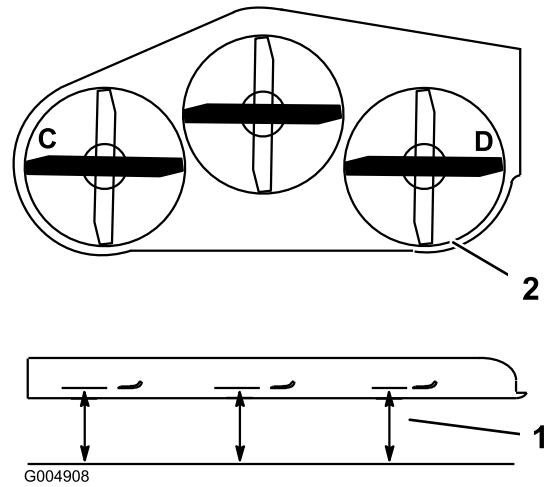
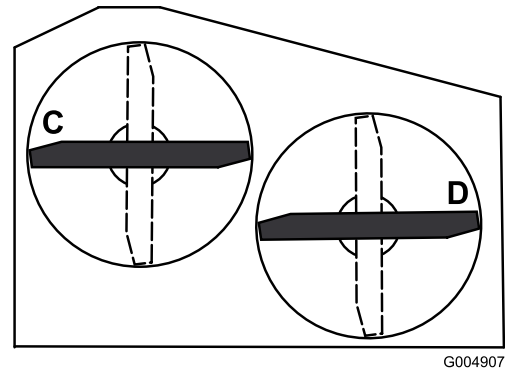

Figure 67
Figure 68
2. Tournez les lames pour les mettre parallèles dans le sens transversal. Mesurez la distance aux points C et D entre une surface plane et le bord coupant des pointes des lames (Figure 67). Pour les plateaux de coupe 36 pouces, reportez-vous à la Figure 68.